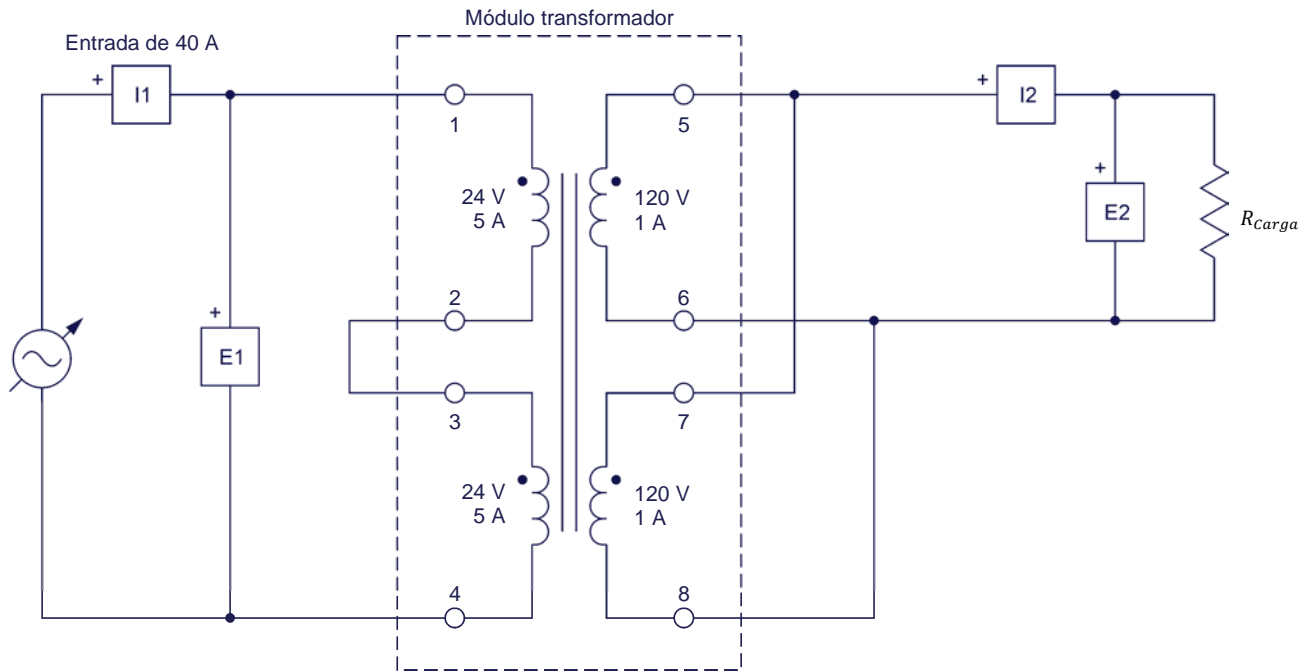

Figura 25. Circuito del transformador utilizado para estudiar las pérdidas, el rendimiento y la regulación de tensión.
6. Conecte el equipo como se muestra en la figura 25.